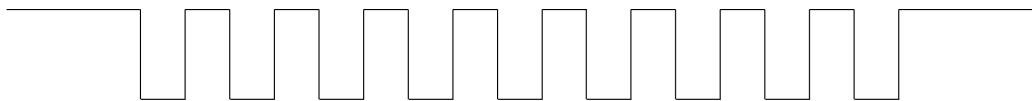

图 38.5-3. 主机时钟负向波形
- **场景三：** 主机发送的时钟非自由运行时钟，且其时钟波形如图 38.5-3 所示。